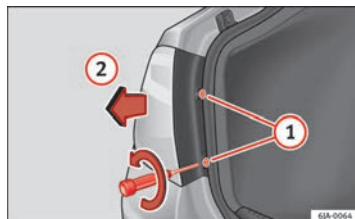

Fig. 156 Desmontar a unidade de luz traseira na lateral
- Com a chave de fendas de dotação ou uma chave Torx 20 (T20) desaperte (girando para a esquerda) e retire os dois parafusos de fixação da zona frontal do farolim ⇒ Fig. 156 (1), tendo cuidado para não os perder.
- Puxe a unidade da luz traseira para trás (⇒ Fig. 156 (2)) até extrair o farolim do seu alojamento.